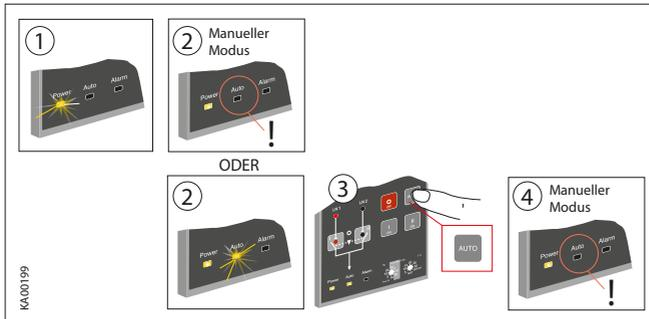

Abb. 6.1 Einstellen der automatischen Kontrolleinheit OMD_ auf manuellen Modus
- Stellen Sie sicher, dass die Betriebs-LED im Status EIN ist (siehe Abbildung 6.1 / ①).
- Wenn die Auto-LED im Status AUS ist / ②, befindet sich die automatische Kontrolleinheit im manuellen Modus.
- Wenn die Auto-LED im Status EIN ist, betätigen Sie die Auto-Taste einmal / ③. Die Auto-LED schaltet in den Status AUS und die automatische Kontrolleinheit OMD_ befindet sich im manuellen Modus / ④.